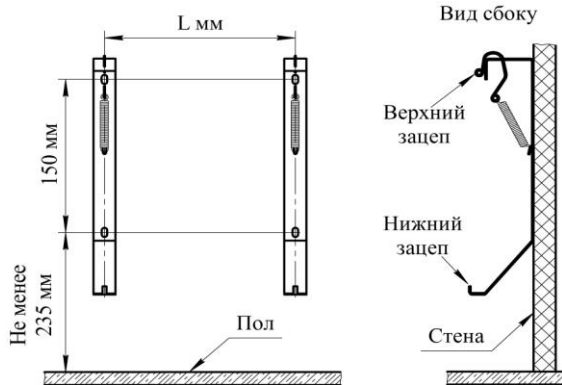

Рисунок 3
5.5 Совместите прямоугольные отверстия на задней стенке конвектора с верхними зацепами (рисунок 3) кронштейнов и наденьте конвектор на зацепы.